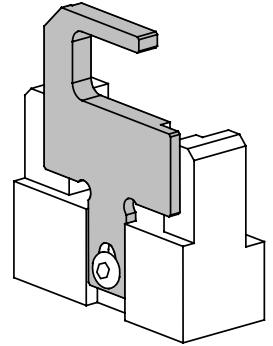

FIG. 1 POSIZIONE ESTRATTORE
- 3.1.7)** Controllare la posizione dell'estrattore (09): nel caso di lavoro su connettori del tipo ANE 7-M... ed ANE 9 M... dovrà essere portato, dopo aver allentato la relativa vite di fissaggio, nella posizione di "tutto alzato" (ved. Fig. 1). Per tutti gli altri tipi di connettore, l'estrattore dovrà essere in posizione "tutto abbassato".